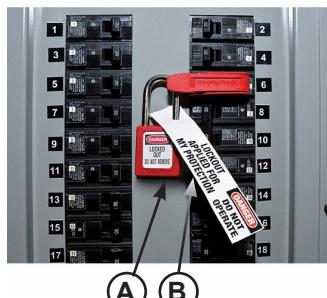

Figura 46
Cuando trabaje con controles electrónicos o eléctricos, asegúrese de que se haya etiquetado (B) y bloqueado (A) la fuente de alimentación conforme a los reglamentos de la OSHA* y los códigos eléctricos locales aprobados (consulte Figura 46).